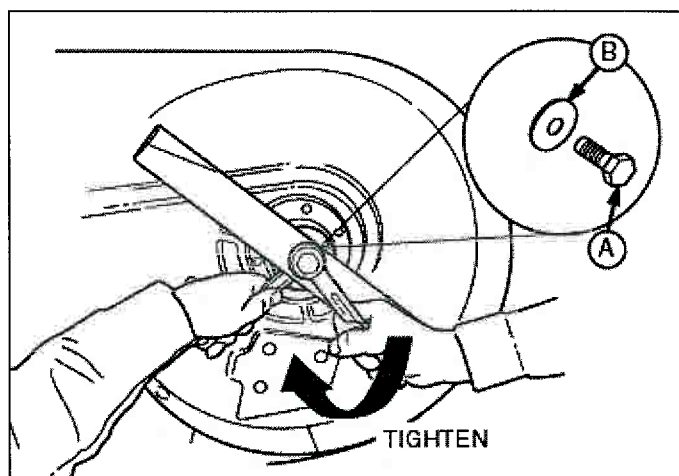

Figure 9. Installation de la lame
- Remettre en place chaque lame avec les languettes pointant vers la plateforme comme indiqué à la Figure 9. Bien attacher avec un boulon et une rondelle plate et serrer à une tension de 94 Nm (70 ft.lbs.).